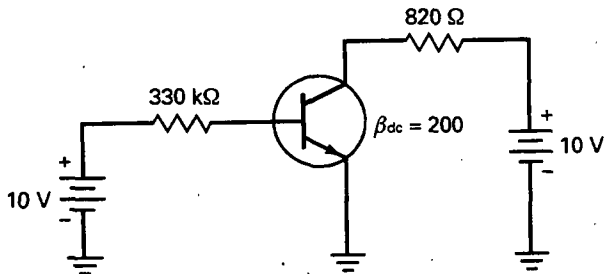

Figura 6-17
- 6-5. ¿Cuál es el valor de la corriente de base en la Figura 6-17?
- 6-6. Si la ganancia de corriente disminuye de 200 a 100 en la Figura 6-17, ¿cuánto vale la corriente de base?
- 6-7. Si la resistencia de $330\text{ k}\Omega$ en la Figura 6-17 tiene una tolerancia de ± 5 por 100, ¿cuál es el valor máximo de la corriente de base?
- 6-8. Un circuito de un transistor, similar al de la Figura 6-17, tiene una fuente de polarización de colector de valor 20 V , una resistencia de colector igual a $1,5\text{ k}\Omega$ y una corriente de colector de 5 mA . ¿Cuál es el valor de la tensión colector-emisor?
- 6-10. ¿Qué valores tienen la tensión colector-emisor y la potencia disipada en el transistor en la Figura 6-17? (Resuelva el problema usando la aproximación ideal y la segunda aproximación.)
- 6-17. En la Figura 6-17, la tensión colector-emisor, ¿aumenta, disminuye o mantiene el mismo valor para cada uno de estos fallos?
- 6-23. Suponga que se conecta un LED en serie con los 820Ω en la Figura 6-17. ¿Qué valor tiene la corriente en el LED?